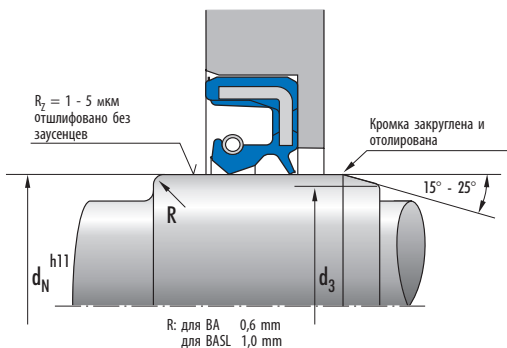

Рис. 2.33 Радиус и фаска вала
Рекомендуемая величина: угол 15° до 25° (→ Рис. 2.33)
- Рекомендуемая величина: угол 15° до 20° (→ Рис. 2.33)